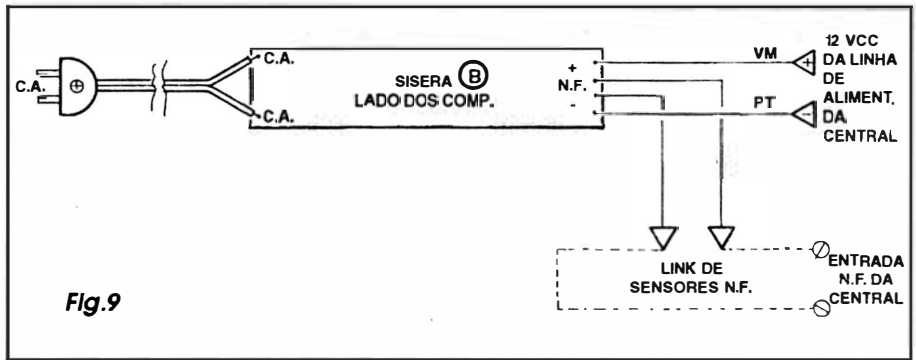

Fig.9
- FIG. 9 - CONEXÕES EXTERNAS À PLACA (MÓDULO B) - Também observada pelo seu lado não cobreado, a plaquinha do módulo **B** enfatiza agora suas poucas conexões externas. Notar que as únicas ligações polarizadas correspondem à alimentação, recomendando-se a utilização do convencional código de cabo **vermelho** para o **positivo**, **preto** para o **negativo**... As conexões à rede C.A. local poderão ser feitas tanto via tomada (conforme sugere o diagrama...) quanto por ligação direta, internamente à própria caixa/circuito da central de alarme... Da mesma forma as ligações ao *link* N.F. (ou a um dos *links*, se houver vários...) também resultam mais práticas e compactas se feitas internamente à caixa da central... Em qualquer caso, o importante é que os contatos N.F. da placa **B** resultem em série com os demais sensores N.F. do mencionado *link*, fechando o *laço* de modo que a abertura de qualquer deles determine o acionamento do alarme, conforme convencional...